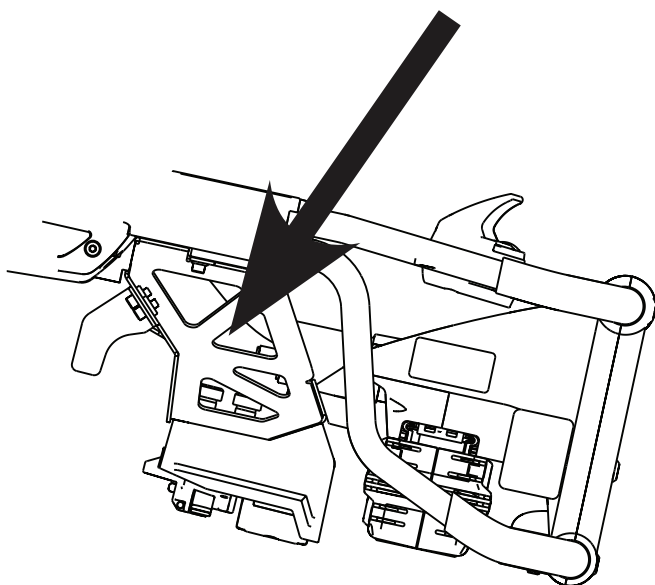

Figur 26 – Hev infusjonsstativet og posisjoner defibrillatorbrettet (modell 6506 vist)
3. Hvis produktet er utstyrt med et infusjonsstativ, må man heve det (A) til oppreist stilling (Figur 26).
5. Posisjoner de indre bena (B) på defibrillatorplattformen mot hodeenden av produktet (Figur 26).